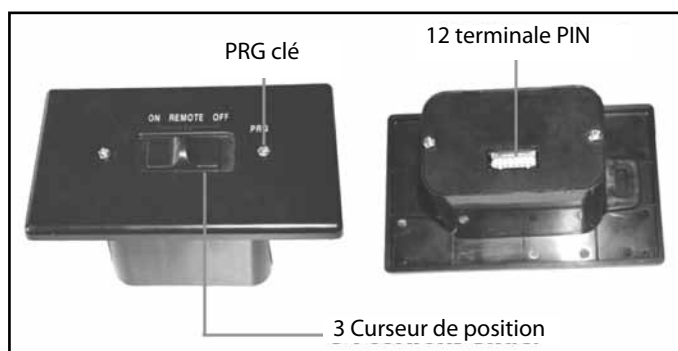

Figure 7: Récepteur Proflame
Le récepteur Proflame (Figure 7) se connecte directement à la vanne de gaz, moteur pas à pas, DFC, et le module de commande du ventilateur avec un harnais de câblage. Le récepteur est alimenté par quatre (4) piles de type AA. Le récepteur accepte les commandes par fréquence radio de l'émetteur à faire fonctionner l'appareil en conformité avec la configuration du système Proflame particulier. Le récepteur trois (3) interrupteur à glissière de position peut être réglée à l'une des trois positions: ON (manuelle), à distance (télécommande), ou Off.
Installez les quatre (4) piles AA dans le compartiment de la batterie du récepteur. Notez la polarité de la batterie et l'insérer dans la baie de batterie comme indiqué sur la couverture de la batterie (+ / -). Placez l'interrupteur à glissière à 3 positions dans le "Remote" (voir Figure 7). Utilisation de la fin d'un trombone, ou autre objet similaire, insérer l'extrémité du trombone dans le trou marqué «PRG» sur la couverture du récepteur (voir figure 7).